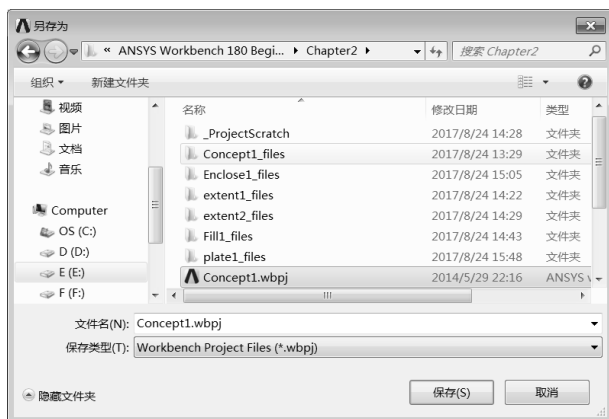

图 2-114 保存文件
Step17: 单击工具栏中的  按钮, 在弹出的“另存为”对话框的“文件名”文本框中输入 Concept1.wbpj, 如图 2-114 所示, 单击“保存”按钮保存文件。